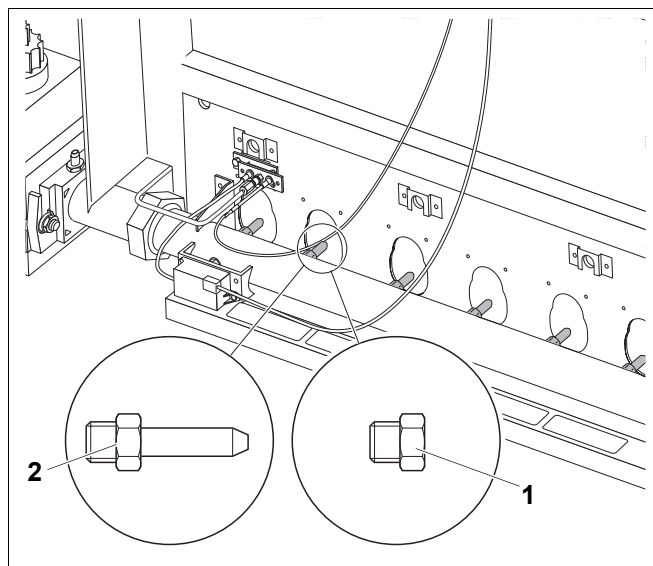

Рис. 6 Контроль форсунок основного газа
- Проверить, совпадает ли обозначение форсунок основного газа (рис. 6) с приведенным в таб. 12, если требуется, то переустановите на другой вид газа (см. "Переналадка котла на другой вид газа", стр. 51).